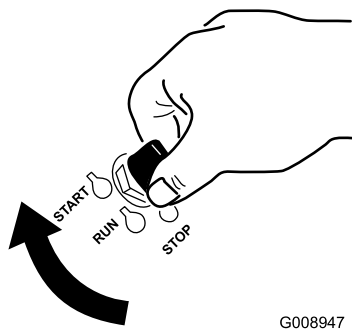

Bild 13
1. Drehen Sie den Zündschlüssel auf die Start-Stellung (Bild 13). Lassen Sie den Schlüssel los, sobald der Motor anspringt.
7. Drehen Sie den Zündschlüssel auf die Start-Stellung (Bild 13). Lassen Sie den Schlüssel los, sobald der Motor anspringt.